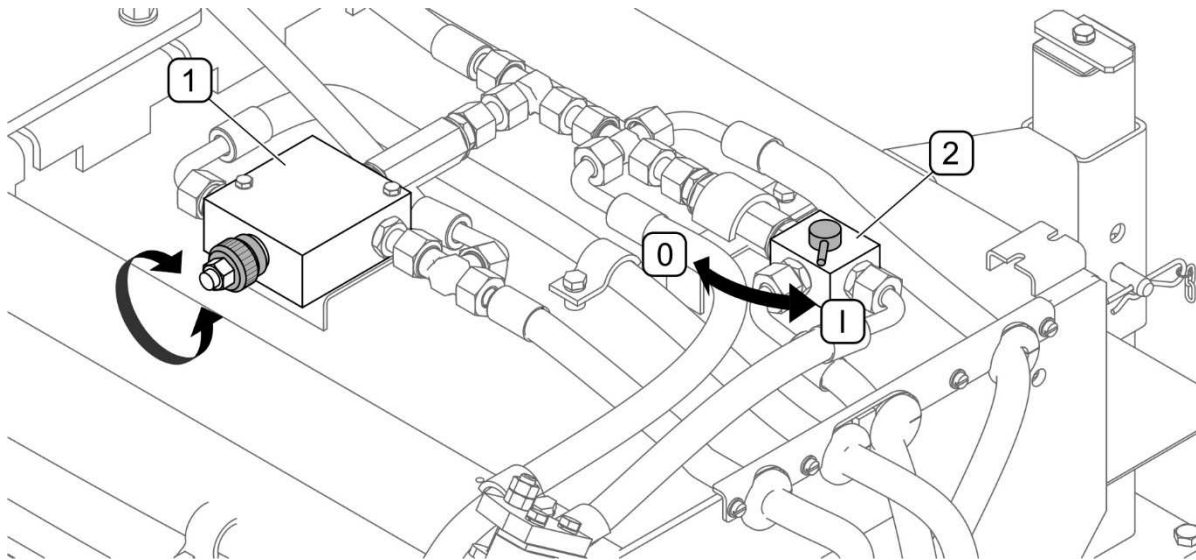

ABB. 5.7 Durchflussregler und Verteiler des Antriebs der Seitenbürste
(1) - Durchflussregler; (2) - Verteiler des Antriebs der Seitenbürste; (I) - Bürstenantrieb eingeschaltet; (0) - Bürstenantrieb ausgeschaltet
Bei Kehrmaschinen mit Seitenbürste wird ein Durchflussregler (1) (ABB. 5.7) eingesetzt, der eine stufenlose Einstellung der Drehgeschwindigkeit der Seitenbürste gegenüber der Kehrwalze ermöglicht. Die Drehzahleinstellung erfolgt mithilfe eines Drehreglers.
Mithilfe des Verteilers (2) kann der Bürstenantrieb (ABB. 5.7) ausgeschaltet werden, indem der Hebel in die Stellung „0“ gebracht wird.